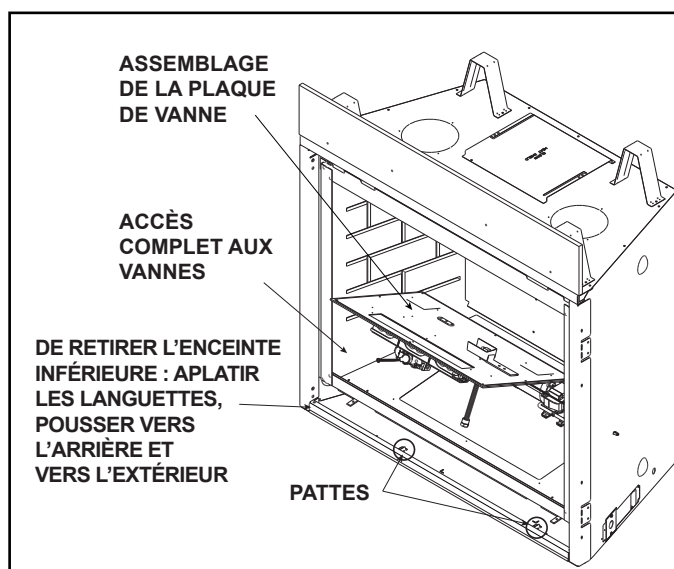

Figure 9.4 Accès à la vanne du gaz
- Retirez la façade décorative, la vitre, les registres, le plateau de base, le module du brûleur et la plaque de vanne. Voir la figure 9.4.